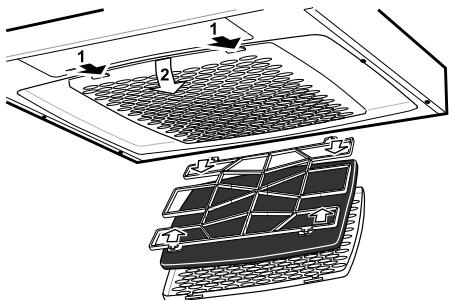

Fig. 17
2. Demonter filteret og ta ut filterduken ved å løsne filterholderen, Fig. 17.